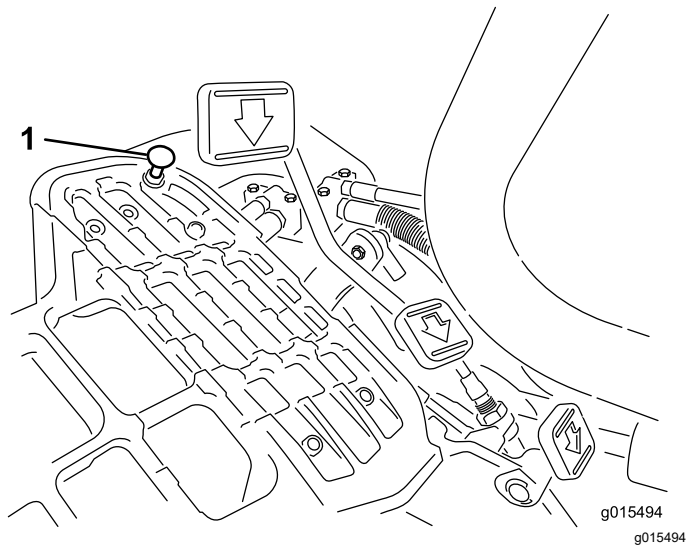

Figure 40
Pour obtenir la vitesse de transport maximale, placez le sélecteur de fonction en position de TRANSPORT et appuyez sur la pédale de déplacement. Si la pédale touche la butée (Figure 40) avant que la tension soit ressentie sur le câble, procédez comme suit :
1. Placez le sélecteur de fonction à la position de TRANSPORT et desserrez le contre-écrou de fixation de la butée au plancher (Figure 40).